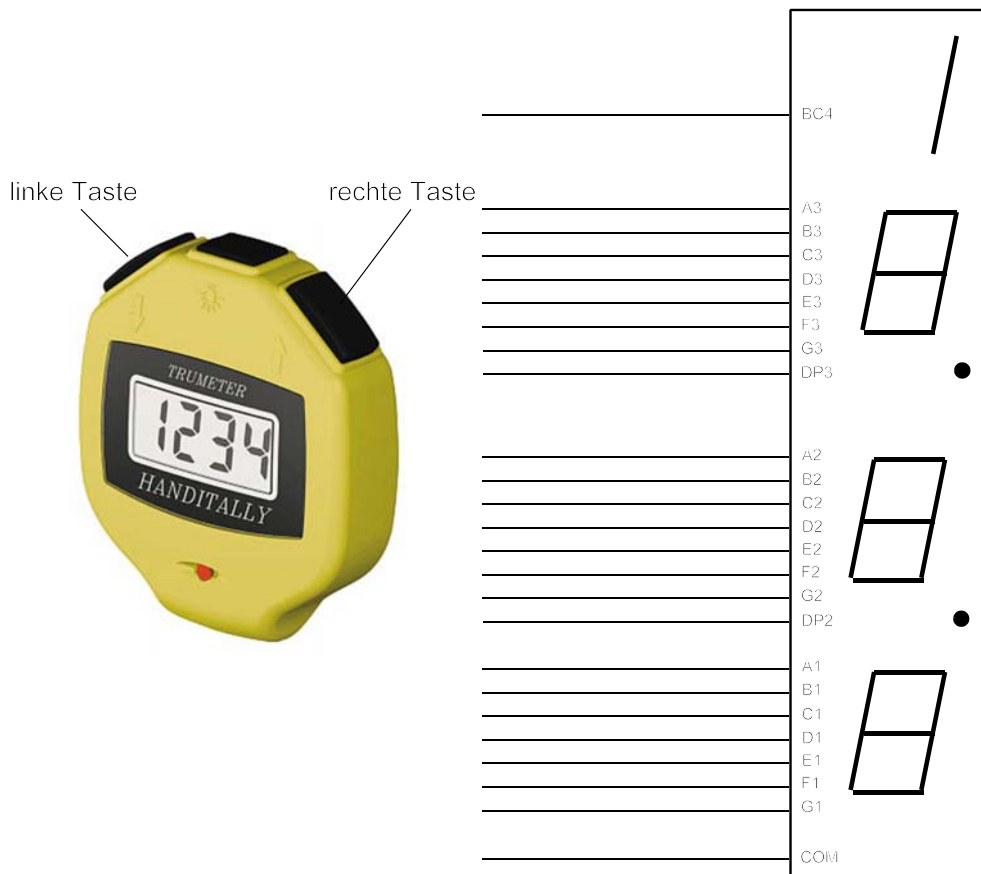

Abb. 4 Ein Handzähler
11. Es ist ein Handzähler zu entwickeln (Abb. 4). Typische Merkmale: